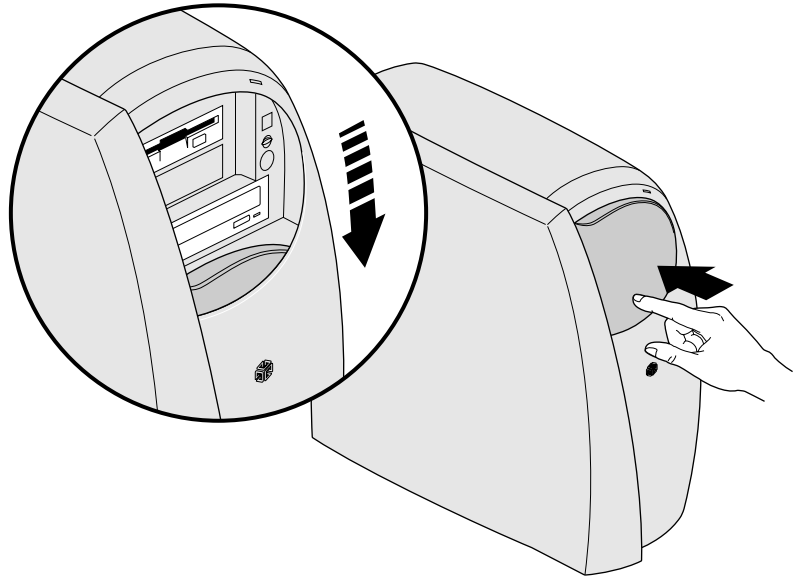

Abbildung 1-8 Öffnen der Schiebeabdeckung
- Drücken Sie wie in Abbildung 1-8 leicht auf die untere Hälfte der Schiebeabdeckung, um diese zu öffnen.
2. Öffnen Sie die Schiebeabdeckung des Systems wie in Abbildung 1-8 durch einen leichten Druck auf die untere Hälfte der Abdeckung.
3. Falls die Schiebeabdeckung nicht geöffnet ist, drücken Sie leicht auf die untere Hälfte der Abdeckung, um sie zu öffnen (Abbildung 1-8).
(Siehe Abbildung 1-8.)